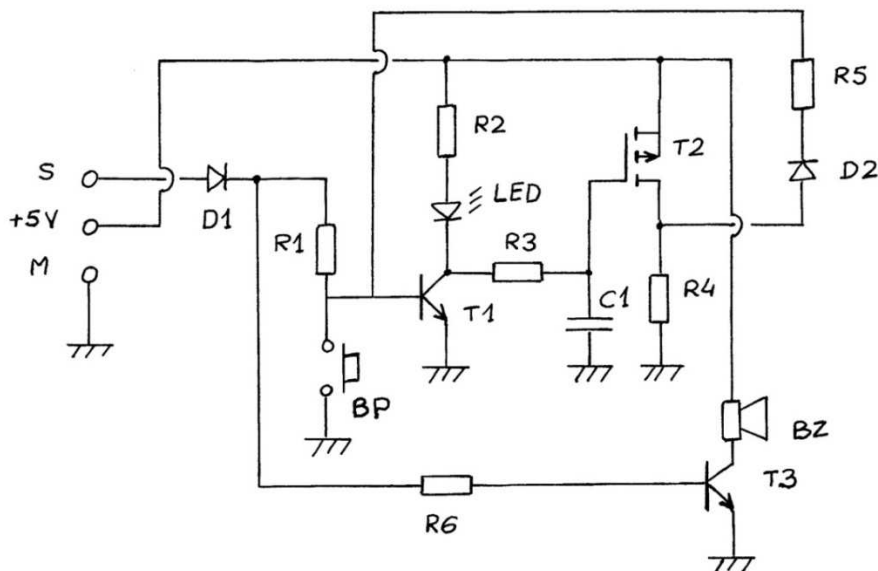

Figure 1 : Schéma de la carte « Alarme visuelle et sonore »
Le montage est présenté sur la figure 1. Une alarme sonore retentit à chaque réception de trames. La tension de commande « S » pilote un « buzzer » par l'intermédiaire du transistor T3. Un bip d'une seconde est entendu à chaque trame décodée. Ce montage a déjà été utilisé lors de la réalisation d'une station « récepteur – décodeur » pour l'écoute permanente et le décodage des balises de détresse 406 MHz [3].
Quand le système est en écoute permanente, en plus du bipeur (ou « buzzer »), une indication lumineuse permanente s'allume (Figure 1). La LED se met à clignoter dès qu'une trame est reçue, et cette LED continue de clignoter tant que la remise à zéro n'a pas été faite par le bouton-poussoir (BP). La mise en route de la LED clignotante est elle aussi effectuée par la broche 7 du PIC, grâce au transistor T1 (transistor NPN de type BC550 ou équivalent).